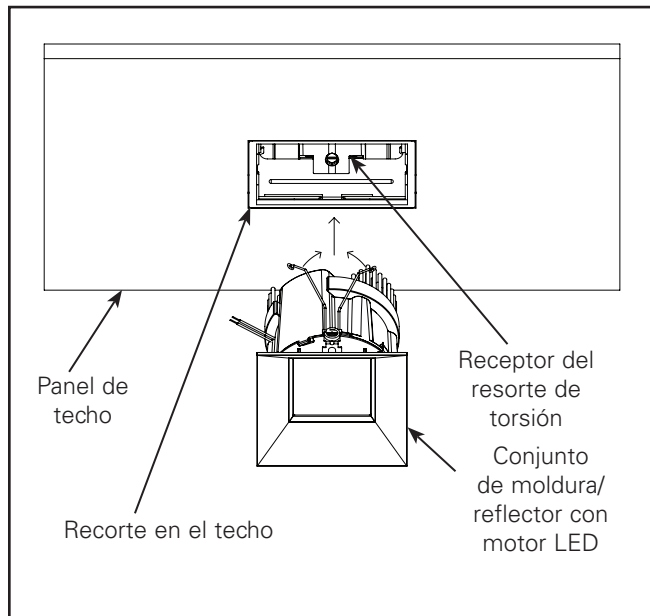

Figura 6
Paso 4: Instale la unidad de la moldura con el motor LED, alinee el conector y enchufe la desconexión rápida del luminario en el motor LED, según se indica en las instrucciones de instalación suministradas con el alojamiento. Para instalar el motor LED y la unidad de la moldura, inserte los resortes de torsión en los receptores correspondientes ubicados dentro del alojamiento. Ver Figura 6.